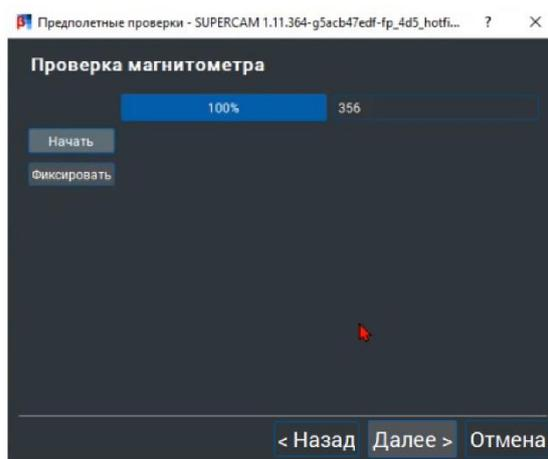

Рисунок 43 – Проверка работы магнитометра
- проконтролировать появление шкалы синего цвета и процентного значения первого индикатора (рис. 43);